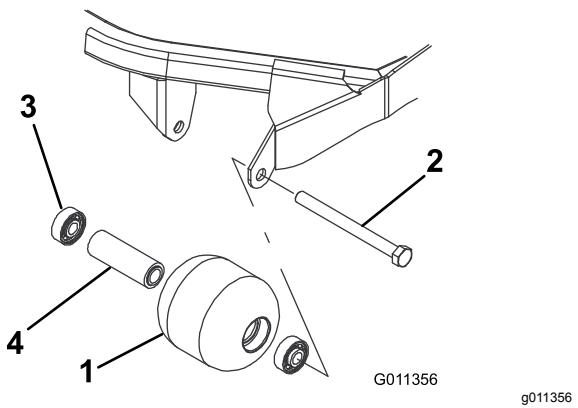

Figura 86
1. Rimuovete il bullone di montaggio del rullo (Figura 86).
4. Verificate la presenza di eventuali danni sull'alloggiamento, sui cuscinetti e sul distanziale del cuscinetto del rullo (Figura 86).
1. Montate il primo cuscinetto premendolo nell'alloggiamento all'interno del rullo (Figura 86). Premete soltanto sulla pista esterna o, in misura uguale, sulla pista interna ed esterna.
2. Inserite il distanziale (Figura 86).
3. Spingete il secondo cuscinetto nell'alloggiamento all'interno del rullo (Figura 86) premendo in misura uguale sulla pista interna ed esterna, fino a quando la prima pista non tocca il distanziale.